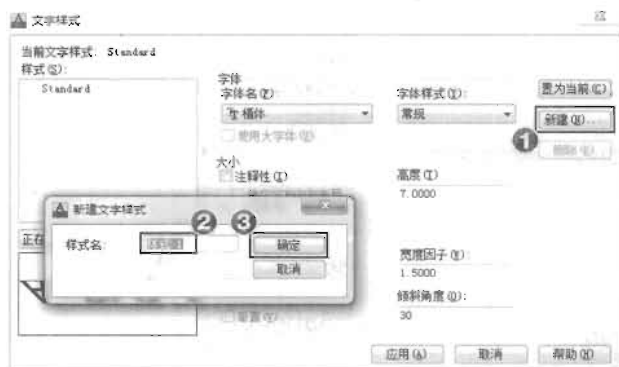

图 9-13
(1) 在命令提示行输入 St 并回车，打开“文字样式”对话框。
(2) 单击其中的“新建”按钮，打开“新建文字样式”对话框，在“样式名”文本框中输入“样式 003”，然后单击“确定”按钮，如图 9-13 所示。